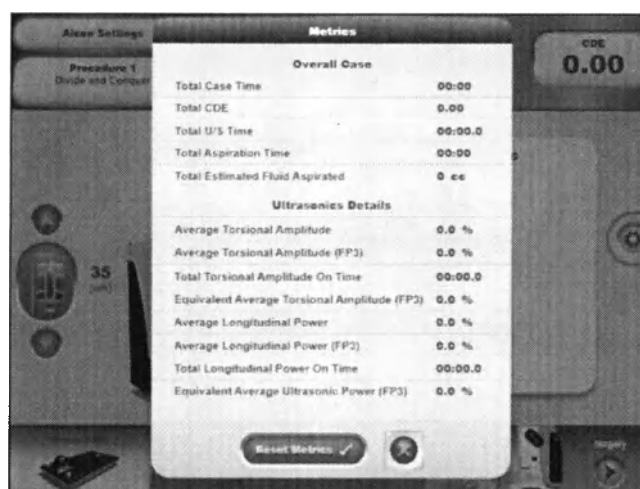

Рисунок 2-37 Диалог показателей с кумулятивной рассеянной энергией (КРЭ).
Текущее значение кумулятивной рассеянной энергии (КРЭ) отображается на этой клавише. Диалог «Показатели (Metrics)» появляется, когда кнопка нажата (см. рисунок 2-37). Показатели для ультразвука (Ultrasonics) и гидродинамической системы (Fluidics) отображены для текущей хирургической процедуры. Нажатие клавиши «Отмена (Cancel)» (X) сохраняет показатели и возвращает систему к последнему используемому экрану. Нажатие клавиши «Сброс показателей (Reset Metrics)» (✓) сбрасывает все показатели к нулю и возвращает систему к последнему используемому экрану.